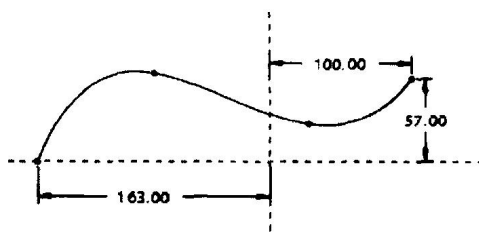

图 1-7
- (1) 单击拉伸工具按钮, 在拉伸特征面板中, 单击  按钮, 单击草绘截面按钮 , 系统显示 Section 对话框。
- (2) 选择 FRONT 基准面为草绘平面, RIGHT 基准面为参考平面, 接受系统默认的视图方向。
- (3) 单击 Section 对话框中的 Sketch 按钮, 系统进入草绘状态。
- (4) 绘制如图 1-7 所示的截面, 单击草绘命令工具栏中的 “√” 按钮, 系统再次显示 Section 对话框。
- (5) 单击 Section 对话框中的 OK 按钮, 系统返回零件设计模式。